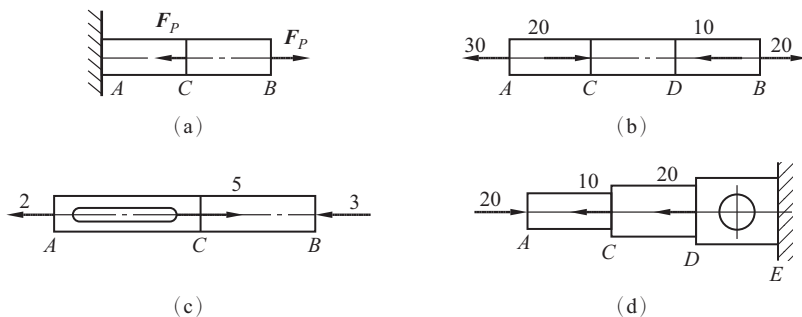

图 5-33 习题 1 图
1. 试用截面法计算图 5-33 所示杆件各段的轴力，并画轴力图，力的单位为 kN。